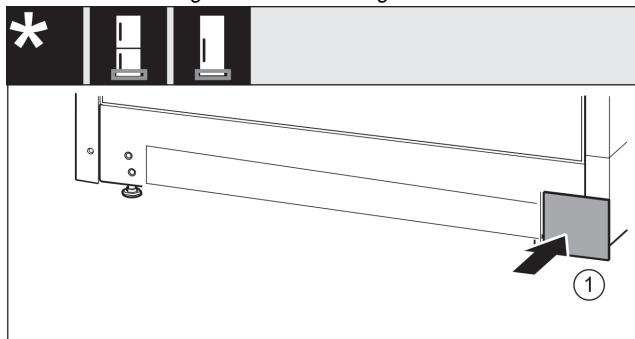

Fig. 22
- Снова установите крышку Fig. 22 (1) с другой стороны.